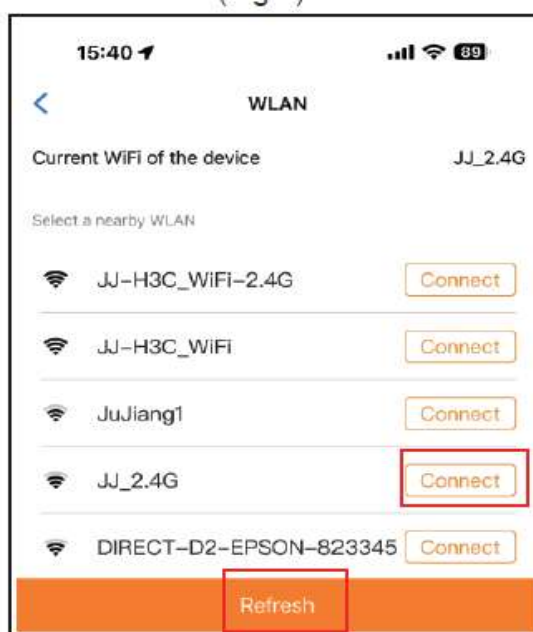

Fig 8
Paso 2. Seleccione la nueva red WiFi y conéctela. Y haga clic en "Refresh" (Actualizar) (Fig 8).